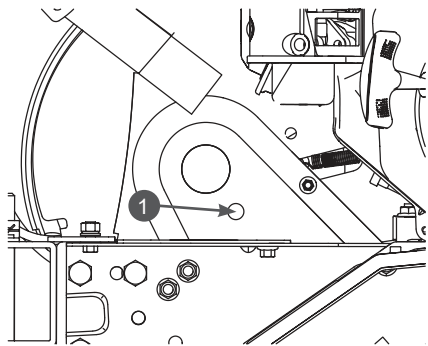

Рис. 41. Расположение пробки отверстия для добавления смазки в редуктор
2. Извлеките из корпуса редуктора пробку 1 (Рис. 41). Пробка находится в верхней части корпуса редуктора с правой стороны по ходу движения мотокультиватора (Рис. 41).